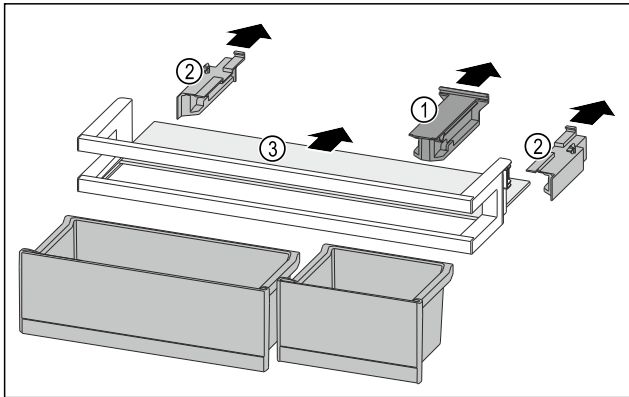

Fig. 275
- Витягніть кріпильний елемент Fig. 275 (1).
- Витягніть бічні елементи Fig. 275 (2).
- Дістаньте полицю Fig. 275 (3).